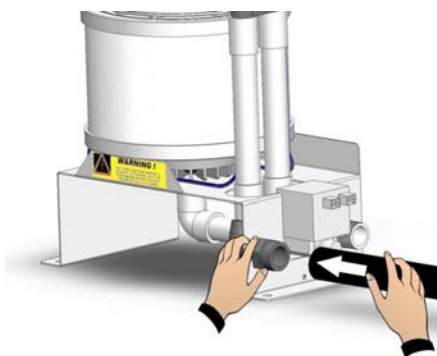

Fig. 18
3. Reliez le tuyau de vidange de l'eau au manchon de 25 mm de diamètre ; fixez-le à l'aide du collier fourni, prévu à cet effet (fig. 18 et 19).